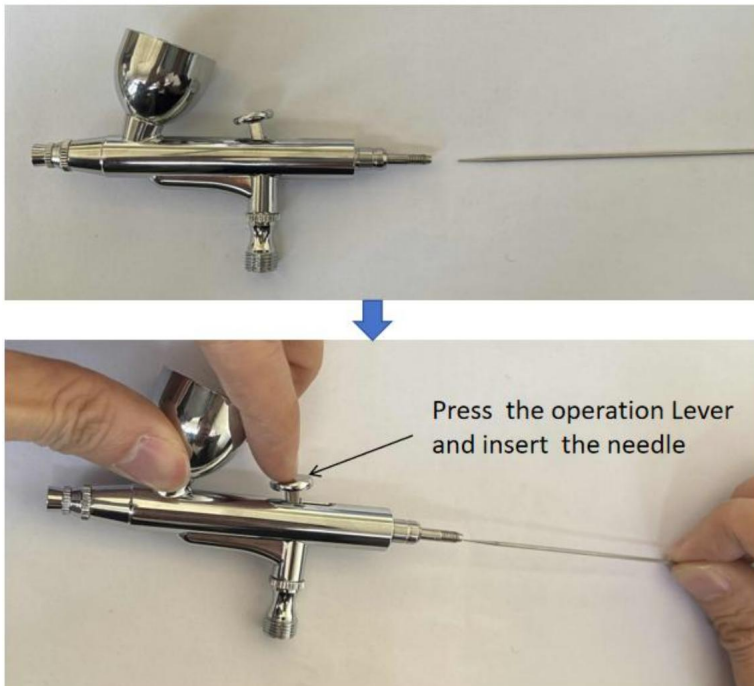

Figure 1-2.
1.2 Installez l'aiguille et la poignée comme indiqué dans les figures 1-2 et 1-3.